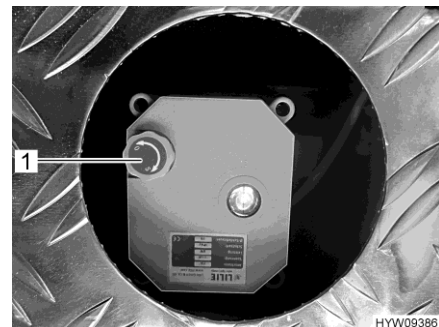

Fig. 213 Manovella (valvola delle acque grigie)
- Per aprire la valvola delle acque grigie, sollevare la manovella (Fig. 213,1) e ruotarla in senso antiorario fino a battuta. La direzione di rotazione (O per apertura, S per chiusura) è indicata sulla manovella.
- Per chiudere la valvola delle acque grigie sollevare la manovella (Fig. 213,1) e ruotarla in senso orario fino a battuta.